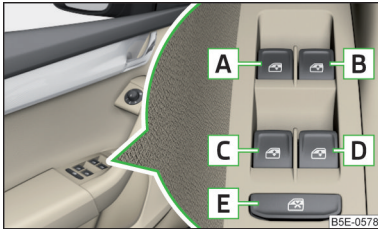

Abb. 61
Tasten der Fensterheber » Abb. 61
- Nach dem Öffnen der Fahrer- oder Beifahrertür ist die Bedienung der Fenster nur über die Taste **A** » Abb. 61 möglich, indem diese für 2 s gehalten bzw. gezogen wird.
- **oder:** Die Zündung ausschalten, die Fahrertür öffnen und die Taste **A** bis zum Anschlag in der Öffnungsstellung halten » **Abb. 61 auf Seite 72.**
- **oder:** Die Zündung ausschalten, die Fahrertür öffnen und die Taste **A** bis zum Anschlag in der Schließstellung halten » **Abb. 61 auf Seite 72.**